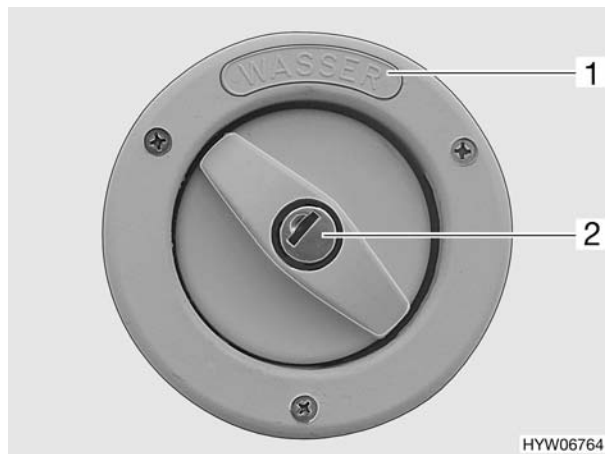

Fig. 178 Coperchio per bocchettone di riempimento dell'acqua potabile (variante 3)
Il bocchettone di riempimento dell'acqua potabile è contraddistinto dalla scritta "WASSER" (Fig. 178,1).
- Inserire la chiave nel cilindro della serratura (Fig. 178,2) e girare in senso antiorario.
- Aprire il bocchettone di riempimento dell'acqua potabile (Fig. 176 oppure Fig. 178) posto sulla parete esterna dell'autocaravan.